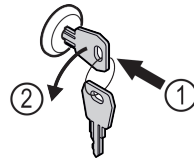

Fig. 161
- ▶ Пъхнете ключа. Fig. 161 (1)
- ▶ Завъртете го на 90° обратно на часовниковата стрелка. Fig. 161 (2)